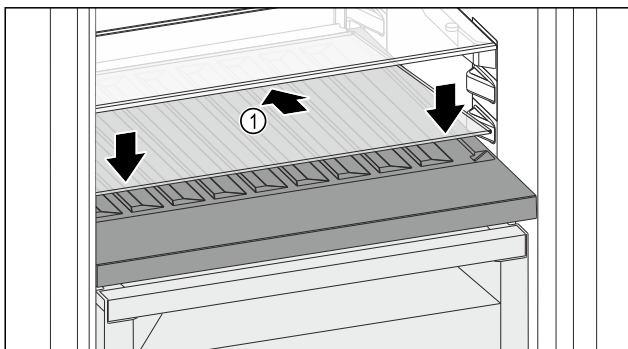

Fig. 151
- Posizionare il ripiano di vetro *Fig. 151 (1)* inclinato indietro e verso il basso.
- Abbassare la parte anteriore del ripiano di vetro *Fig. 151 (1)*.